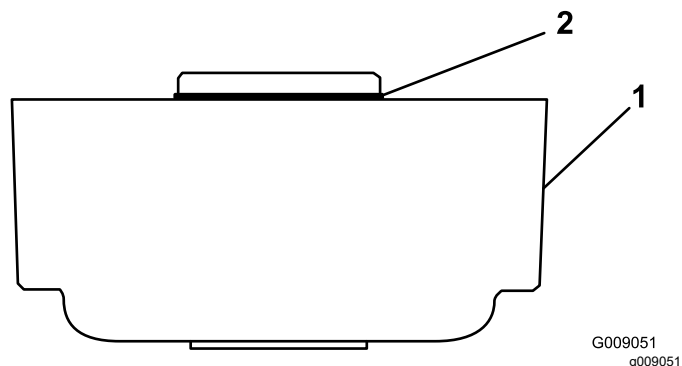

**Figura 4**
3. Togliete i 2 bulloni che fissano il contrappeso all'estremità sinistra dell'apparato di taglio. Togliete il contrappeso (Figura 4).
4. Usate la punta da 3/8-16 per rimuovere la vernice dai fori di fissaggio esterni sulla piastra laterale (Figura 4).